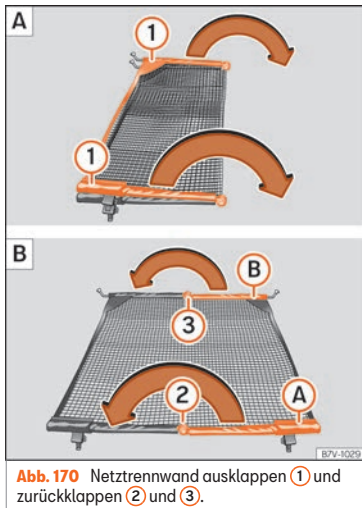

Abb. 170 Netztrennwand ausklappen ① und zurückklappen ② und ③.
Querstangen der Netztrennwand » » **Abb. 170** ① in Pfeilrichtung ganz auseinander klappen, bis ein „klickendes“ Geräusch hörbar ist.
- Entriegelungsknopf »» Abb. 170 ② drücken und Querstange A bei gedrücktem Entriegelungsknopf in Pfeilrichtung einklappen.
- Entriegelungsknopf »» Abb. 170 ③ drücken und Querstange B bei gedrücktem Entriegelungsknopf in Pfeilrichtung einklappen.